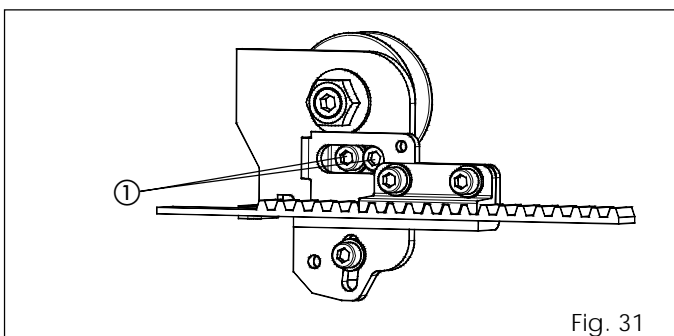

Fig. 31
- Afloje los dos tornillos (fig. 31 ref. ①) en ambos carros.